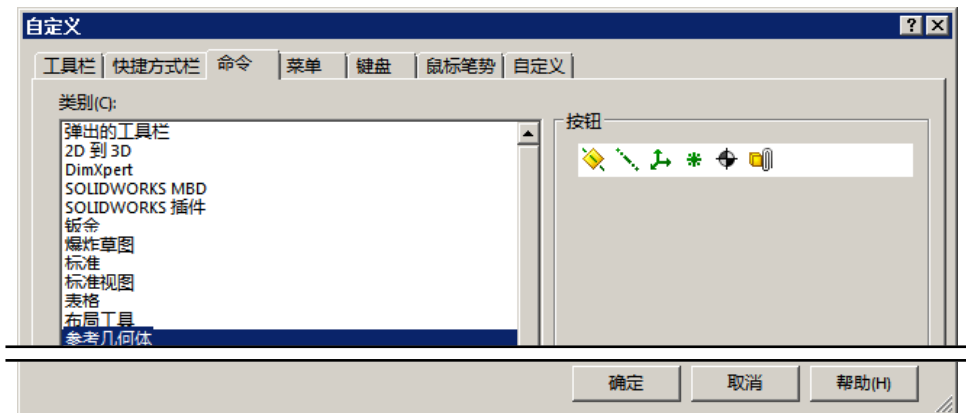

图 1.9.3 “自定义”对话框（一）
Step3. 在“自定义”对话框中单击 **命令** 选项卡，在 **类别(C):** 列表框中选择 **参考几何体** 选项，此时“自定义”对话框如图 1.9.3 所示。